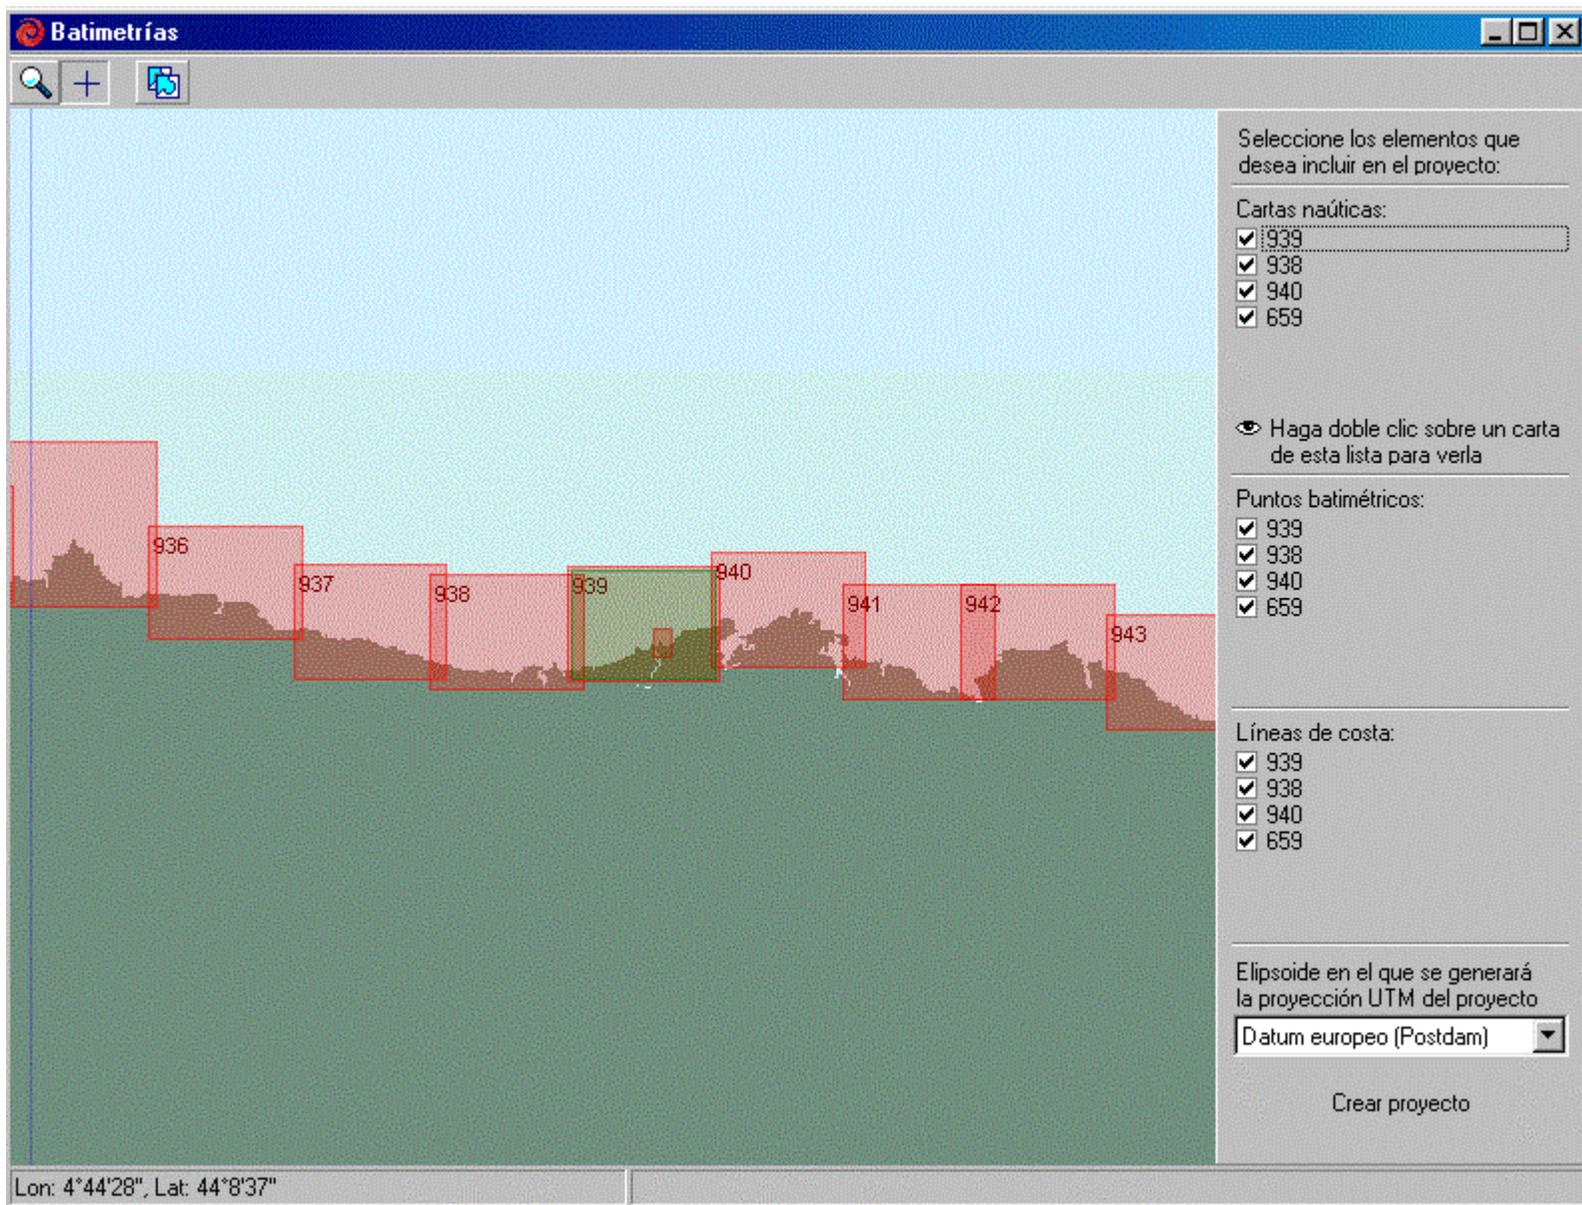
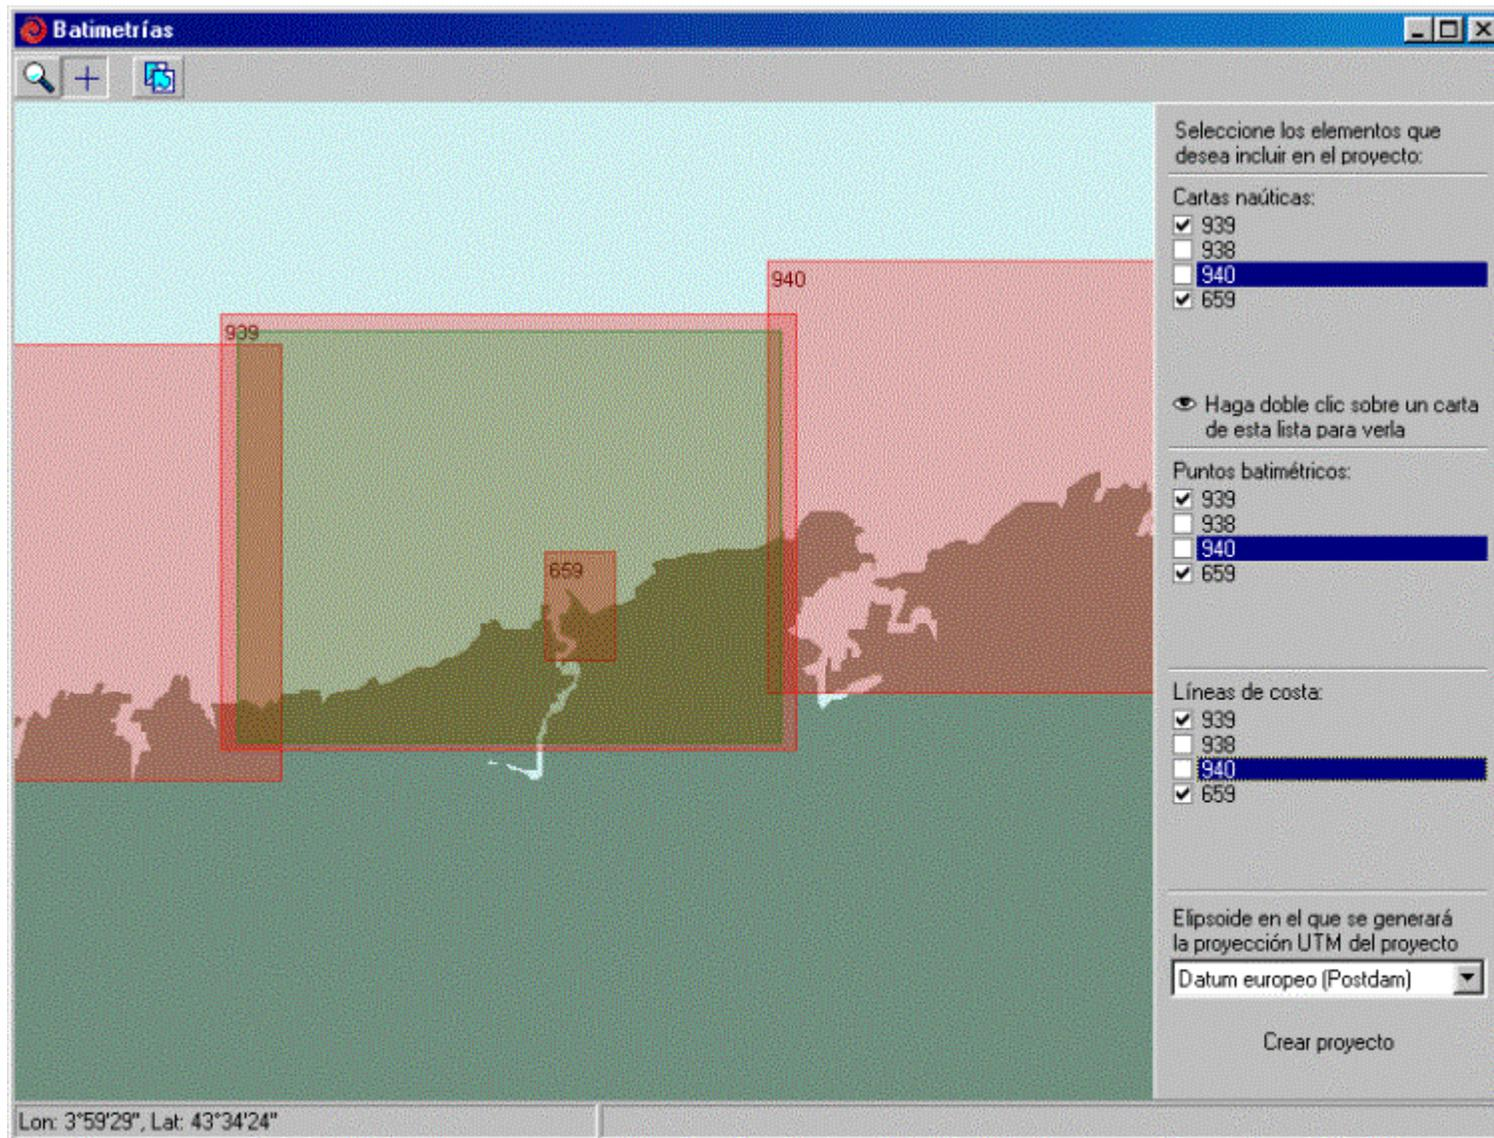

Figura 7.20
Figura 7.21
- Seleccionar el botón de “Zoom” (con el dibujo de una lupa) y, a continuación, pulsar dos veces con el botón izquierdo del ratón, sobre las Costa Cantábrica. Esta opción va a permitir acercarse al área de interés (ver figura 7.20) .
- Una vez seleccionada el área de trabajo (ver figura 7.20), los elementos incluidos dentro de ésta son los asociados a las cartas: 939, 938, 940 y 659. Sólo interesa la carta náutica 939, que es la zona general del área de interés y la 659, correspondiendo a la zona de Suances (hacer zoom sobre ésta para acercar la zona). Los puntos batimétricos necesarios son también los correspondientes a la 939 y la 659. En cuanto a las líneas de costa, sólo es necesario incluir la de detalle, la 659. Por lo tanto, hay que desactivar la selección de los otros elementos (ver figura 7.21). A continuación, hay que seleccionar como elipsoide de destino el Datum europeo (Postdam), porque más adelante dentro del SMC incluiremos una batimetría de detalle con este sistema de referencia.